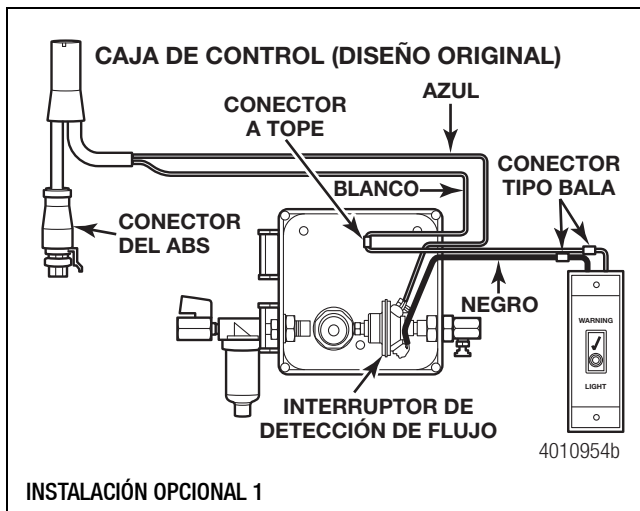

Figura 2.74
- Conecte el cable azul desde la terminal del ABS hasta el interruptor de detección de flujo. Conecte el cable negro desde la luz indicadora hasta el interruptor de detección de flujo. Conecte el cable blanco desde la luz indicadora hasta la terminal del ABS. Figura 2.74 y Figura 2.75.